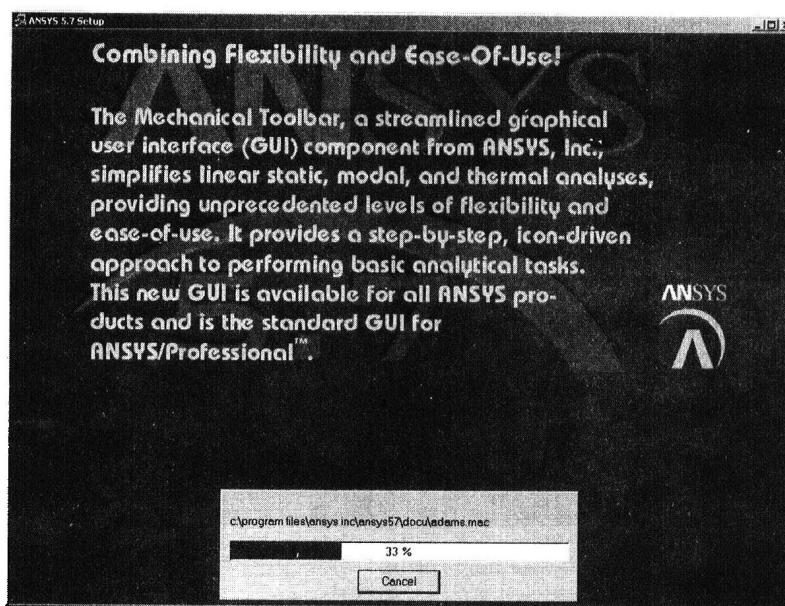

图 1-11 【ANSYS 5.7 Setup】对话框
(12) 在【ANSYS 5.7 Setup】对话框中(见图 1-11),进度条显示安装的进度,界面中还将显示一些 ANSYS 5.7 的功能和模块介绍。